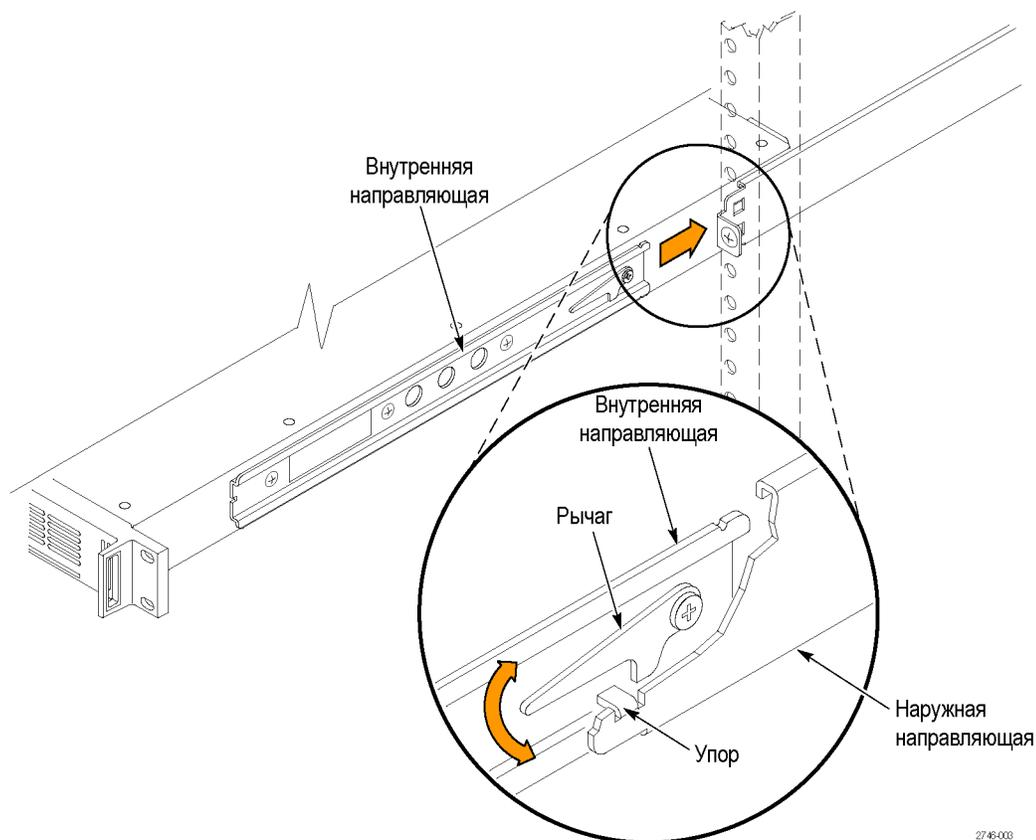

Рис. 1: Установка прибора в стойку и извлечение его из стойки
1. Вставьте левую и правую направляющие прибора в концы направляющих стойки, отклонив длинные ручки рычагов вверх. (См. рис. 1.)
3. Одновременно отклоните оба рычага вверх, чтобы освободить фиксаторы. (См. рис. 1.)